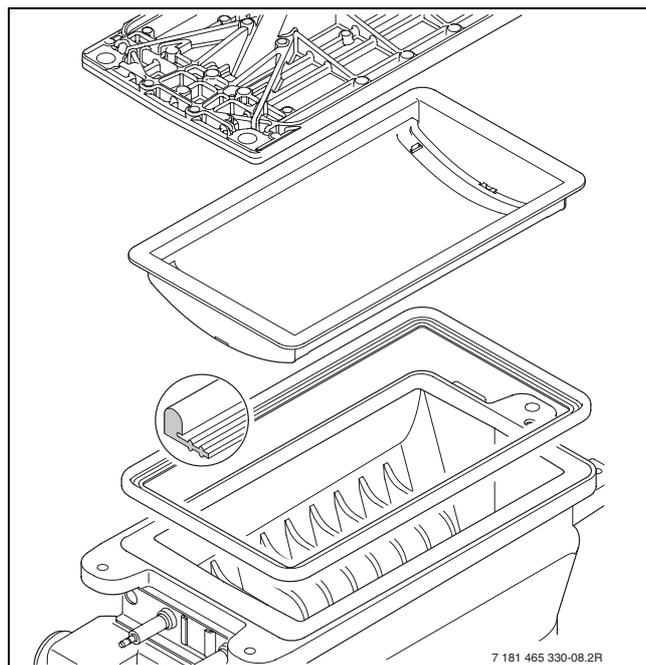

Fig. 67
- ▶ Estrarre il bruciatore e pulire i componenti (fig. 67).